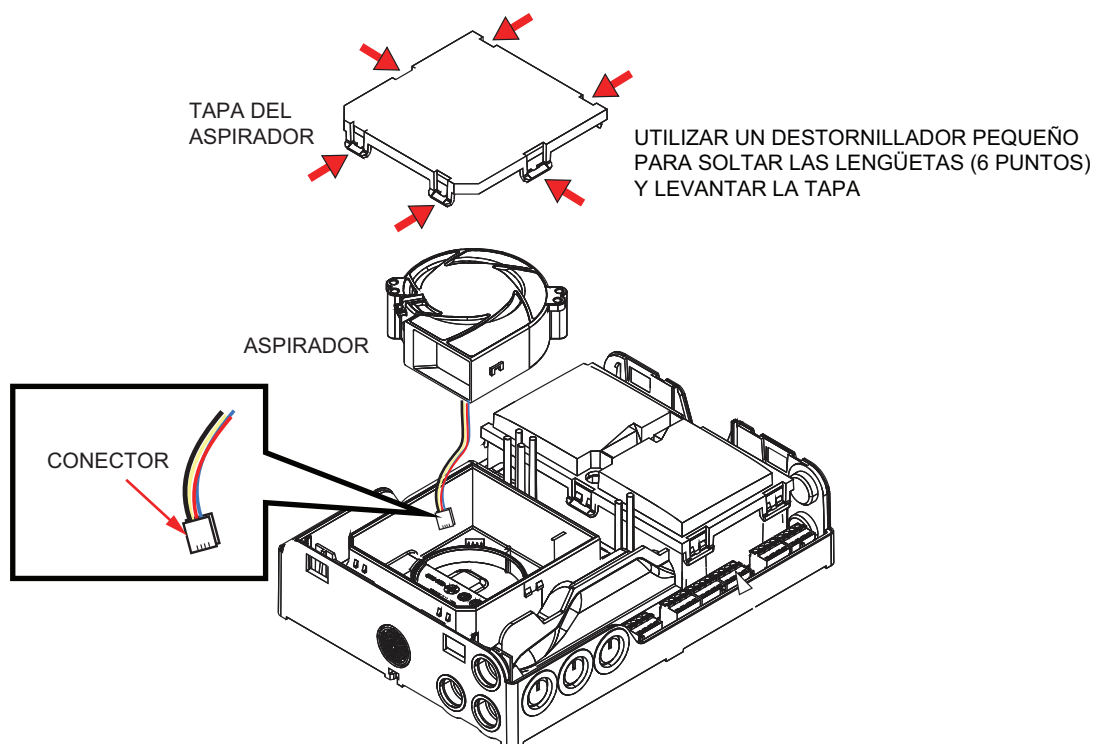

Figura 8-2: Sustitución del aspirador
3. Con un pequeño destornillador, libere las seis lengüetas de bloqueo y retire la tapa del aspirador (véase la Figura 8-2).